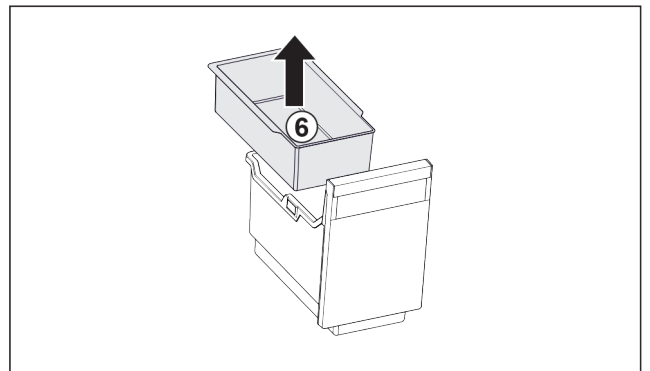

Fig. 30
- ▶ Извадете окачващата се поставка Fig. 30 (6).